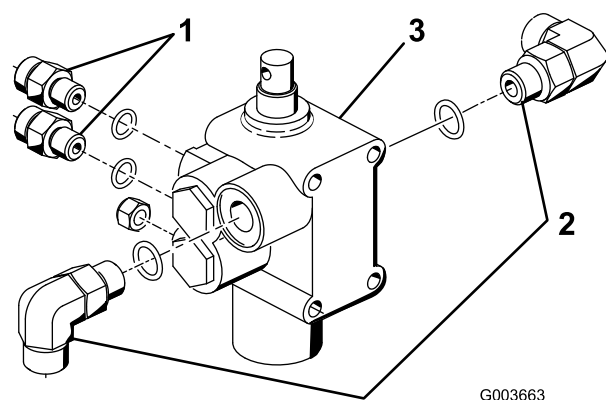

Figura 4
1. Inserire i due raccordi idraulici diretti e i due raccordi idraulici a 90° nella nuova valvola di sollevamento. Collocare i raccordi come illustrato nella Figura 4. Non serrare i raccordi a 90 gradi in questo momento.